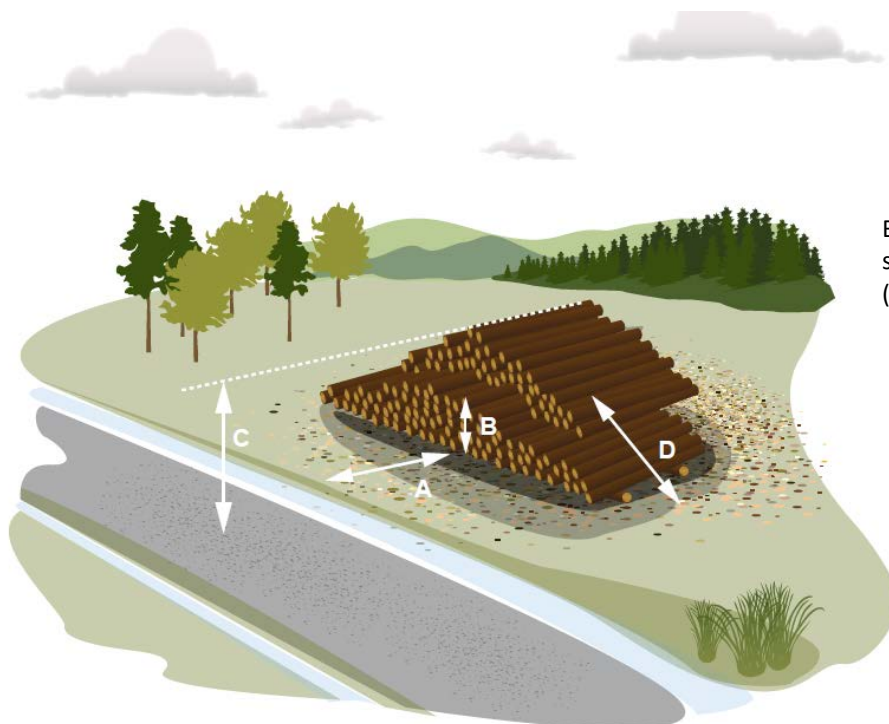

Bild 5. Utformning av en sluttande vält. (Illustration: Trafikverket Sverige)
8. Den första vältan som möter trafiken ska vara sluttande (se bild 5).